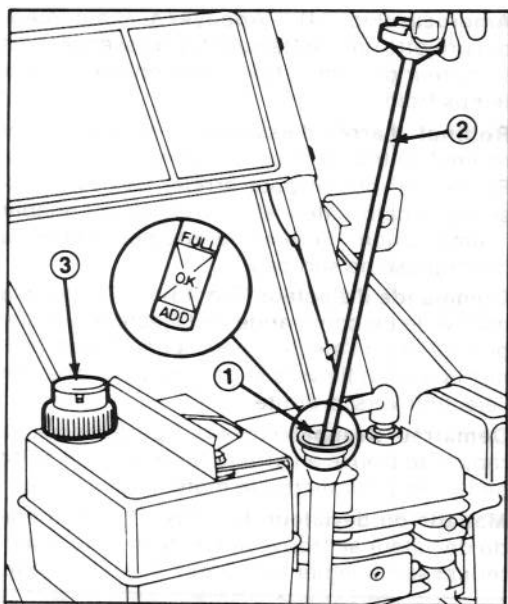

Figure 12
2. Nettoyez le tour du bouchon de remplissage pour éviter que des corps étrangers ne tombent dans le carter lorsque vous enlevez le bouchon (Fig 12).
3. Enlevez le bouchon qui ferme le trou de remplissage du carter (Fig. 12).
4. Versez lentement 21 onces (0.621 l) d'huile à moteur SAE 5W-30 ou SAE 10 dans le trou de remplissage (Fig. 12). Le moteur peut utiliser toute huile à moteur détergente de haute qualité portant la mention de l'American Petroleum Institute (API) Service, SC, SD, ou SE.
1. Nettoyez autour du bouchon. Enlevez le bouchon et remplissez le réservoir jusqu'à 1/2" (13 mm) du haut avec de l'essence sans plomb. Remettez le bouchon (Fig. 12).